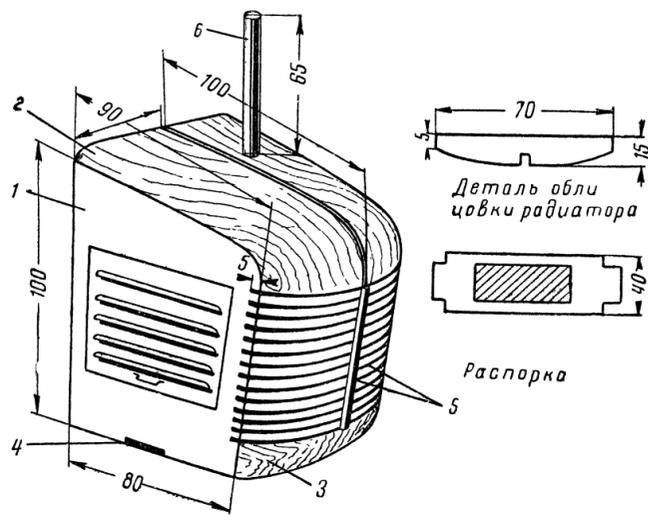

Рис. 2. Капот: 1—боковинка капота; 2—верхний брусок; 3—нижний брусок; 4—распорка; 5—детали облицовки радиатора; 6—выхлопная труба
**Капот** (рис. 2). Боковинки капота так же, как и стенки кабины, вычертите в натуральную величину, переведите через копировальную бумагу на фанеру толщиной 3 мм и выпилите. Расчертите на боковинках створки капота и прорежьте их таким же способом, как дверцы. На створках надо укрепить жалюзи и ручки. Жалюзи согните из медной проволоки 1 мм в виде скоб, вставьте в просверленные для них отверстия и загните внутрь капота. Из такой же проволоки сделайте и ручки. Верх капота выстругайте из соснового бруска размером 100 × 20 × 64 мм. Второй брусок, длиной 64 мм и сечением 20 × 10 мм, вклейте между фанерными боковинками в самом низу. На время обе боковинки, смазав клеем, прибейте к брускам гвоздями. После высыхания клея гвозди выньте, а в дырочки забейте кусочки заостренных спичек. Ножом и напильником закруглите верх капота.